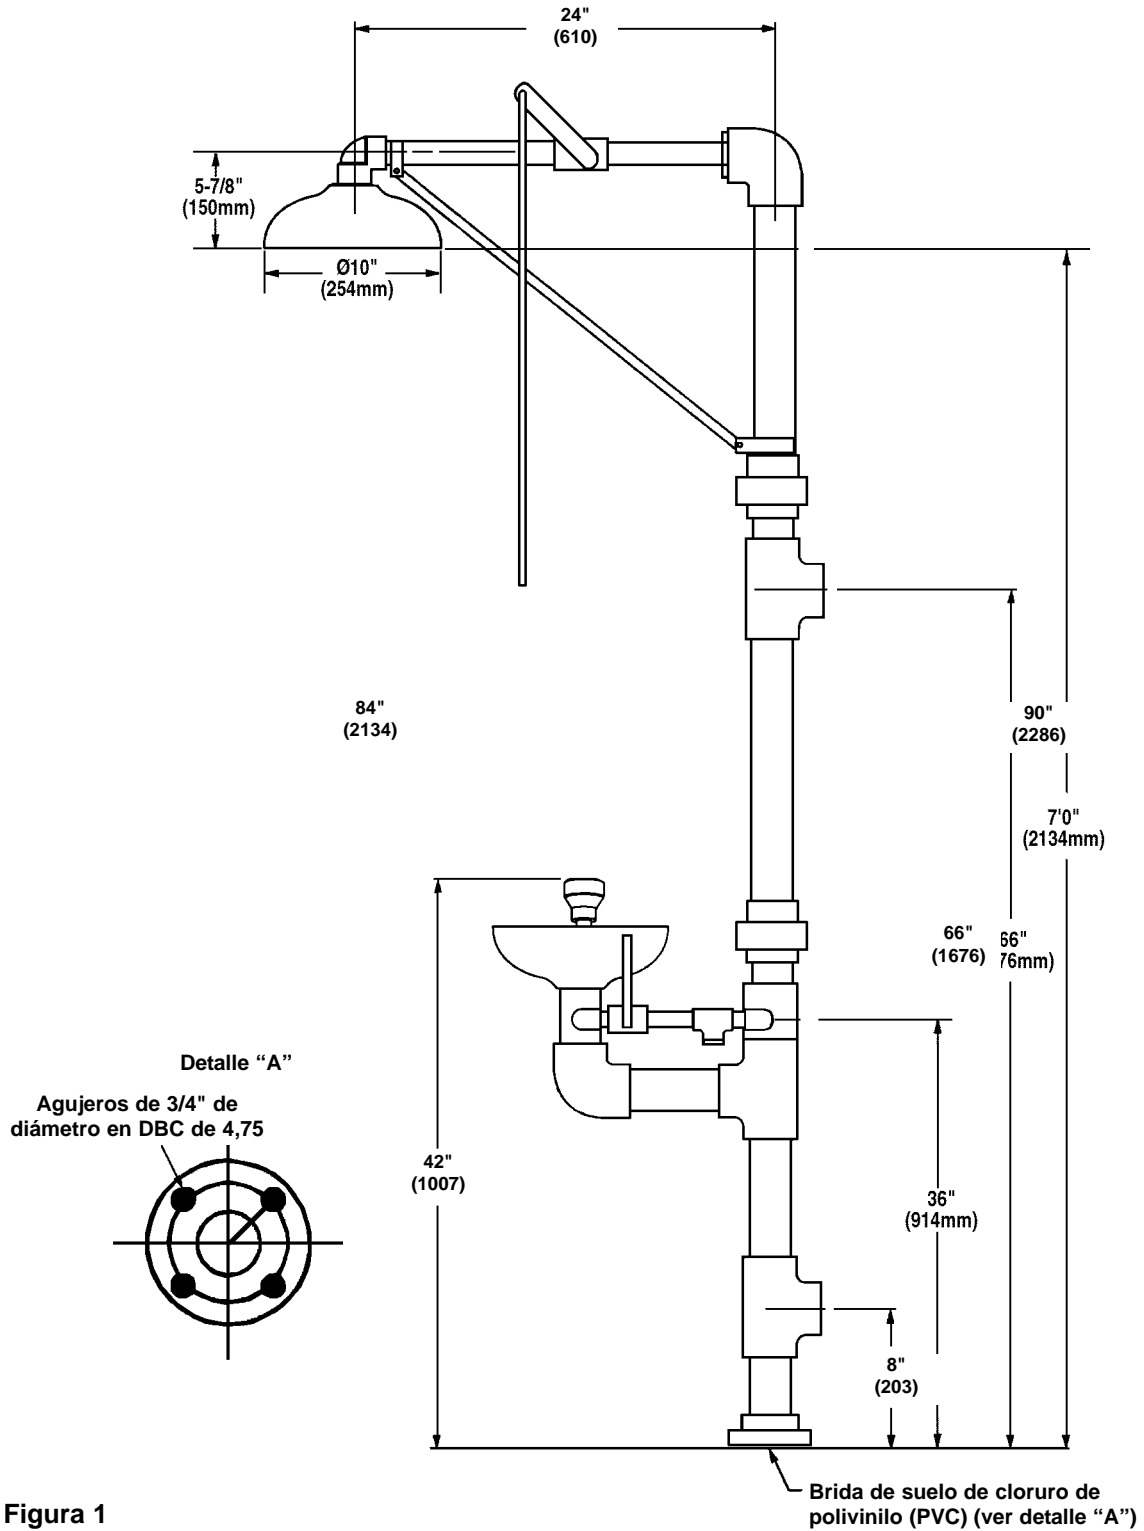

Figura 1
1. Para afianzar la base al suelo, instalar los cuatro anclajes apropiados (suministrados por el instalador) para los pernos de 5/8" en el suelo (ver la figura 1 en la página 16).
3. Una vez que la base está afianzada, montar los componentes restantes de la ducha de aspersión como se muestra en la figura 1 de la página 13. Aplicar obturador para tubos o cinta (suministrado por el instalador) a todas las conexiones de tubo con rosca macho.